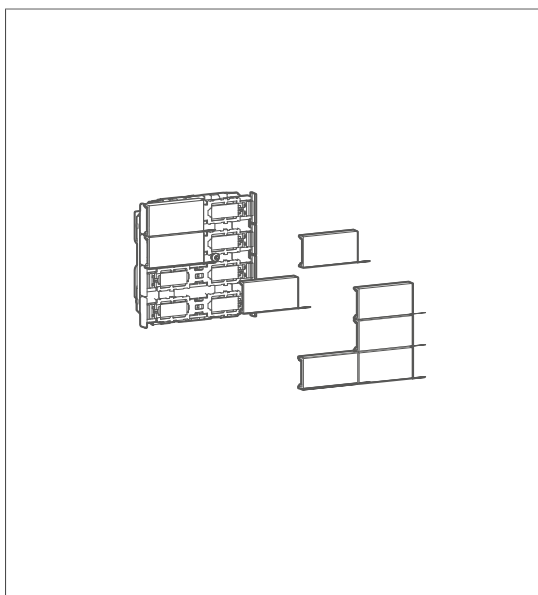

Fig. 11 : Fixation des boutons
- Fixer les touches au module à boutons-poussoirs (Fig. 11).